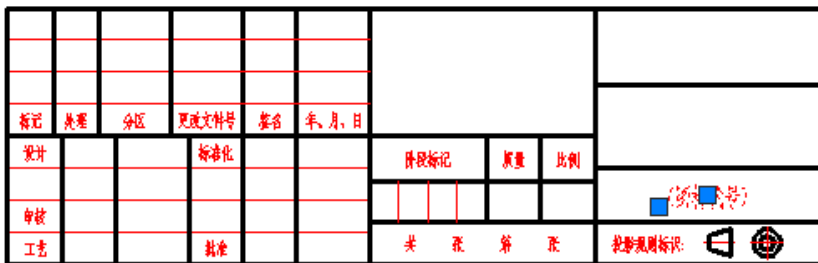

图 6-41 指定该属性位置
(4) 在“属性定义”对话框中单击“确定”按钮。
(5) 在提示下使用鼠标指定该属性插入点，可以对其位置进行微调。放置该属性后的效果如图 6-41 所示。